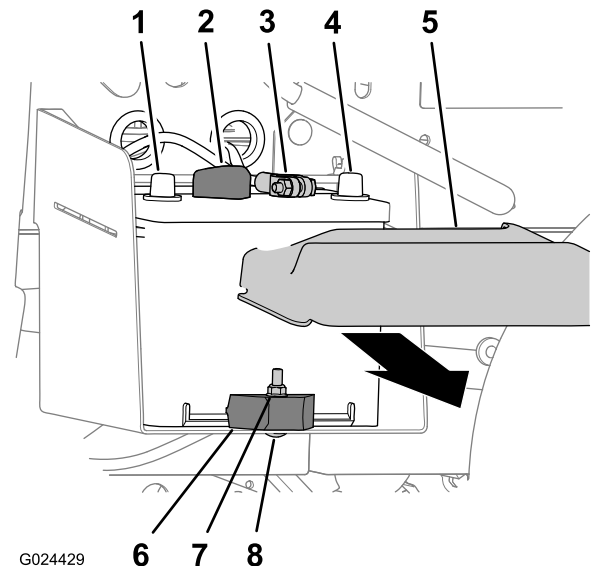

Figura 46
1. Apriete los lados de la tapa de la batería y retire la tapa de la parte superior de la batería (Figura 46).
2. Desconecte el cable negativo del borne de la batería (Figura 46).
3. Desconecte el cable positivo del borne de la batería (Figura 46).
2. Retire la contratuerca, el perno de cuello cuadrado y la abrazadera que sujetan la batería a la bandeja de la batería (Figura 46).
3. Retire la batería de su bandeja (Figura 46).
1. Alinee la batería con la bandeja de la batería de la máquina (Figura 46).
Nota: Asegúrese de que los bornes positivo y negativo de la batería están alineados como se muestra en la Figura 46.
2. Sujete la batería a la bandeja de la batería con la abrazadera, el perno de cuello cuadrado y la contratuerca (Figura 46).
1. Conecte el cable positivo al borne de la batería (Figura 46).
2. Conecte el cable negativo al borne de la batería (Figura 46).
3. Instale la tapa de la batería en la parte superior de la batería (Figura 46).